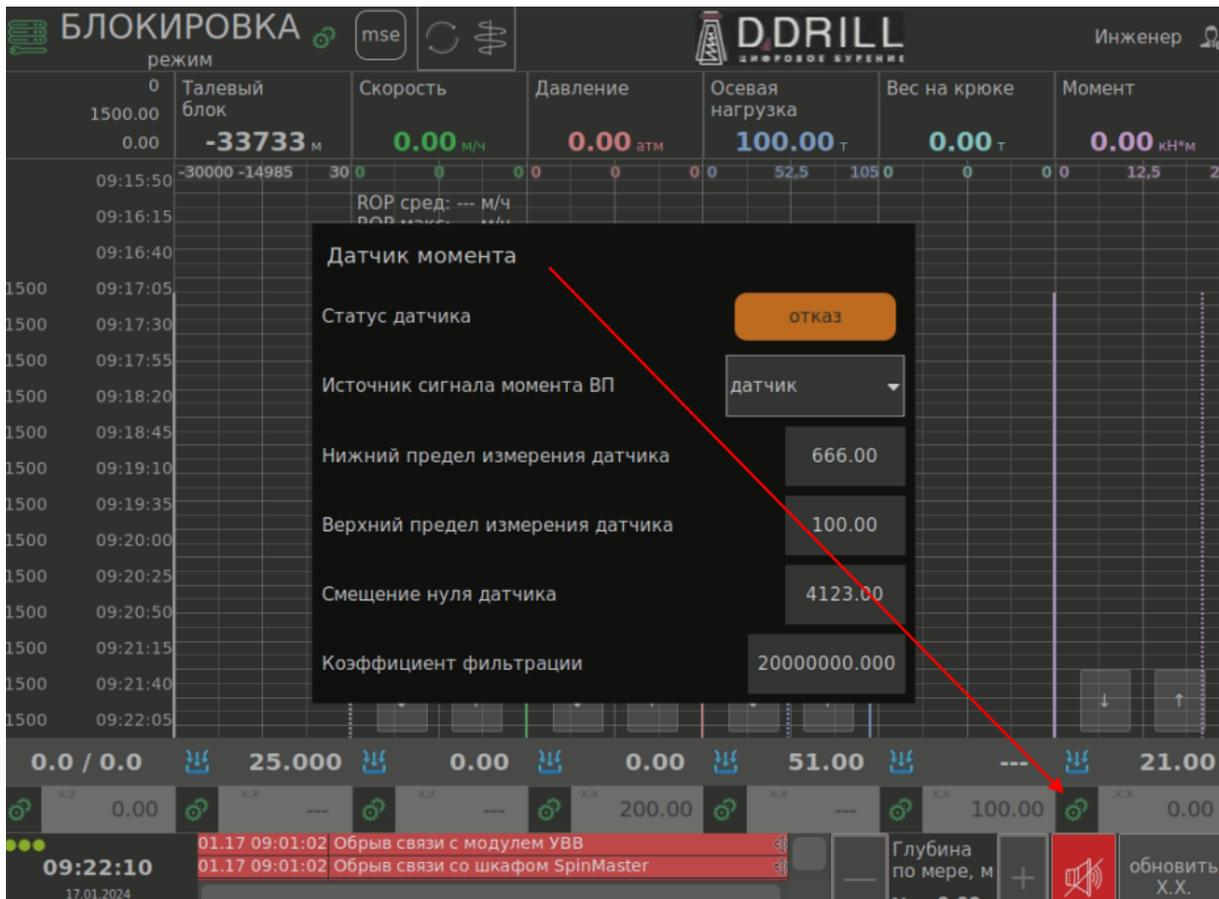

Рис. 14
1. Для настройки датчика момента нажмите на изображение шестерни, указанной на рисунке Рис. 14.